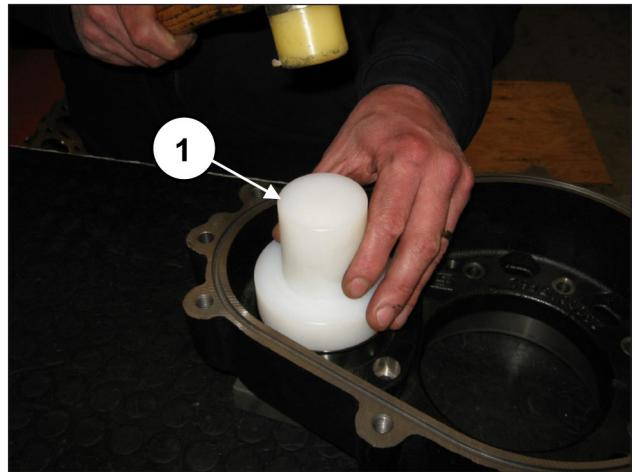
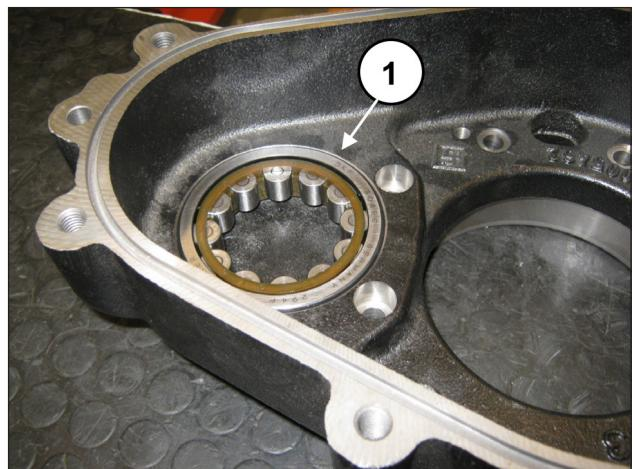

图 53
图 54
使用代码27604900的工具 (位置①, 图 53) 将齿轮轴承外圈预装在变速箱壳体上, 直到它完全就位 (位置①, 图 54)。